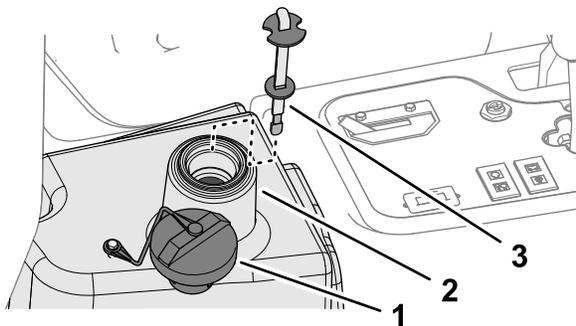

Рисунок 87
2. Очистите зону вокруг заливной горловины и крышки гидравлического бака (Рисунок 87) и снимите крышку.